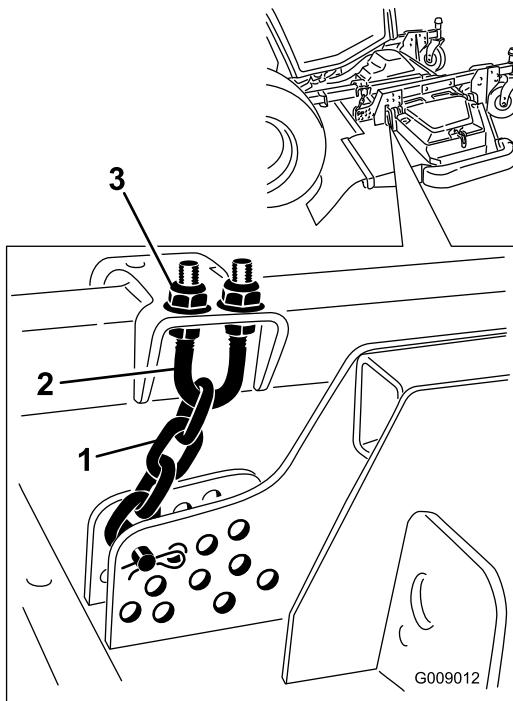

Рисунок 137
- Отпустите верхние или нижние зажимные гайки на U-образном болте цепи высоты скашивания (Рисунок 137).